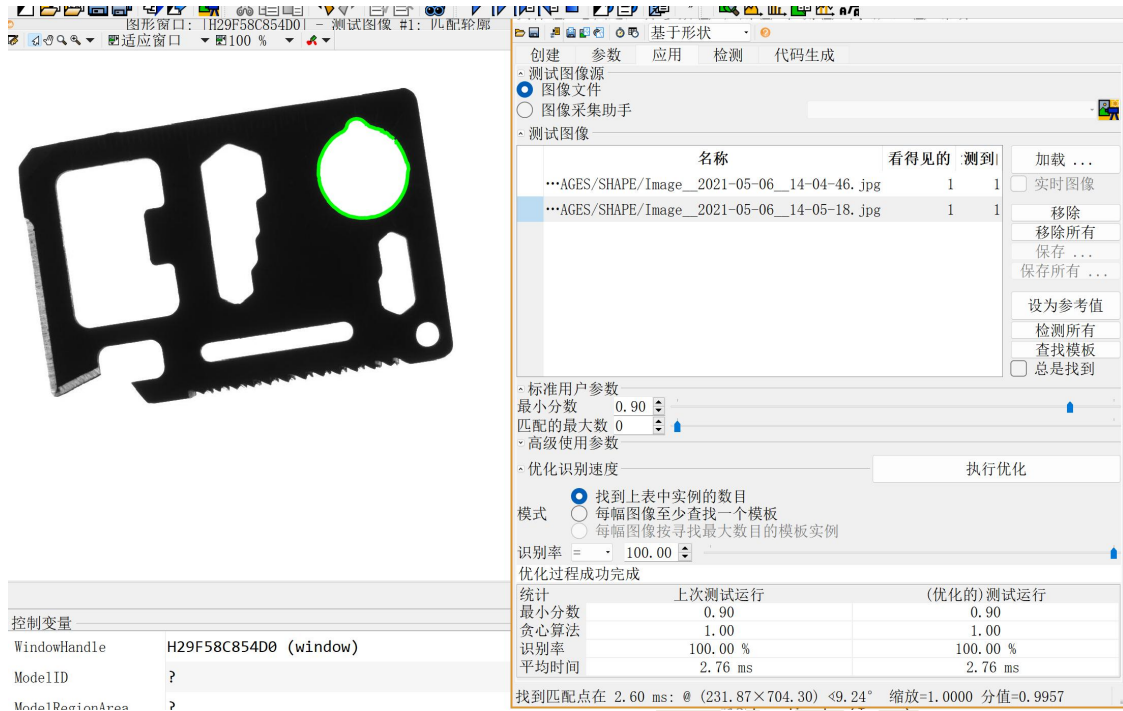

图 2-14 匹配助手“应用”选项卡
④ 点击“应用”选项卡，在该选项卡中设置加载图像文件的路径，选择进行模板匹配的图像（可以提前拍摄存储至硬盘，也可以连接相机实时拍摄），然后设置匹配参数，比如匹配最小分数、匹配最大数等，也可以使用默认值。这里推荐点击“执行优化”按钮，系统自动找到最佳参数值。如图 2-14。